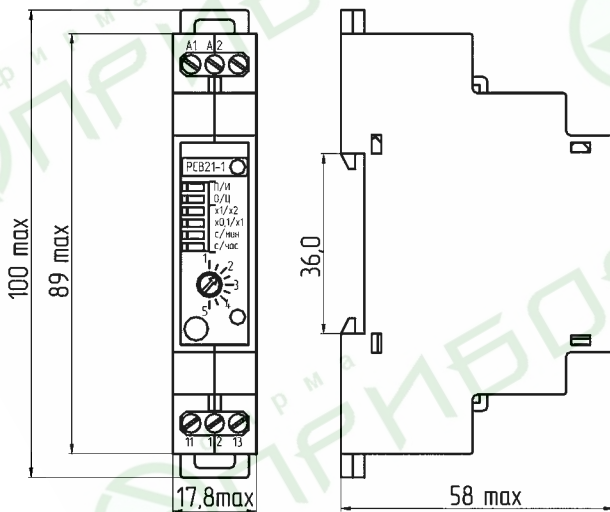

Рисунок 1. реле с креплением на DIN-рейку
- на DIN-рейку 35 мм (рисунок 1);